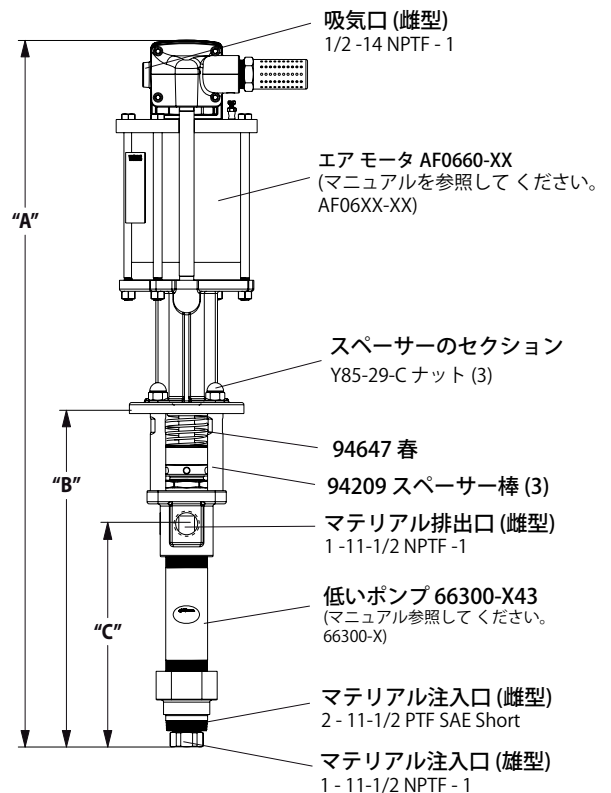

図 1
2. (Y85-29-C) 番ナット 3 点を 3 つのスペーサ ロッドから取り外します (図 1 を参照)。